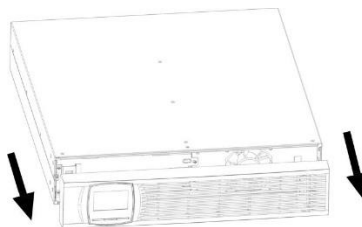

Abbildung 24: Entfernen der Frontblende
1. Entfernen Sie die Frontblende. Ziehen Sie diese hierzu nach vorne (s. Abbildung 24).